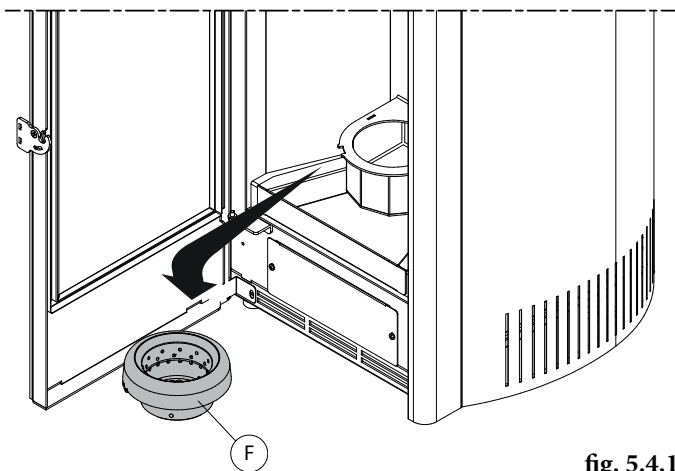
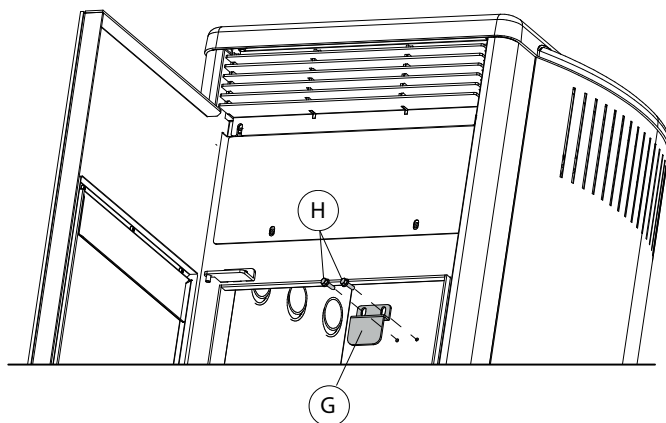

fig. 5.4.1
fig. 5.4.2
- Aprire la porta, rimuovere il braciere F (Fig. 5.4.1) e la staffa di fissaggio G agendo sulle due viti H (Fig. 5.4.2)